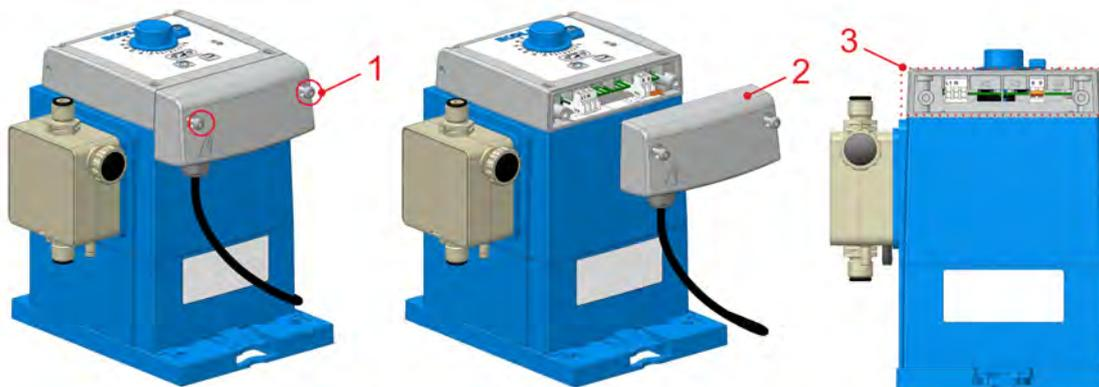

Fig. 14: Instalación eléctrica «EcoPro»
Tras desmontar la tapa frontal, (ver ↗ *Capítulo 6.3.4 «Instalación eléctrica» en la página 44*, Fig. 14, pos. 2), los bornes quedarán accesibles.